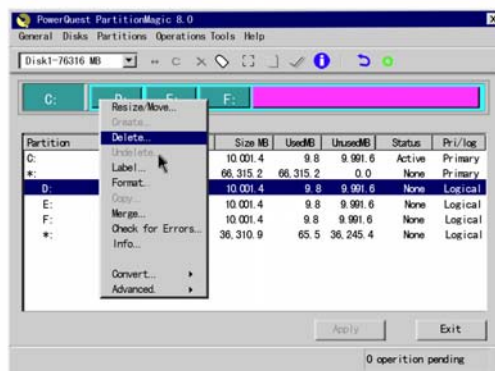
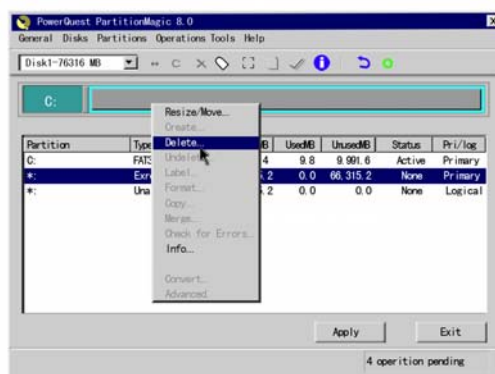
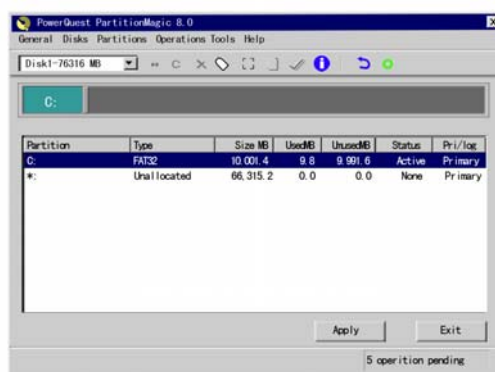

图 1-7
图 1-8
图 1-9
(1) 打开计算机，在 CMOS 中设置由光驱启动，重启计算机，放入产品光盘，在 DOS 环境下运行产品光盘里的 PQ 分区软件。除操作系统 C 区外，删除其余分区。操作过程如图 1-7 至图 1-9 示。
完成删除分区操作后，将鼠标移至如图 1-8 所示扩展分区边框处，单击鼠标右键，选择“Delete”删除扩展分区。操作完成后如图 1-9 所示。